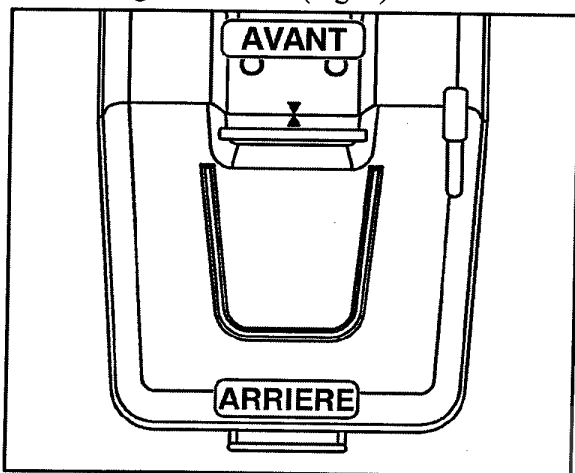

Fig. 7
3. Lorsque le bac est en place, coller l'étiquette représentant un triangle sur le bac, en coïncidence avec celui situé à l'arrière du tracteur. Ceci pour faciliter les démontages et remontages ultérieurs (Fig. 7).